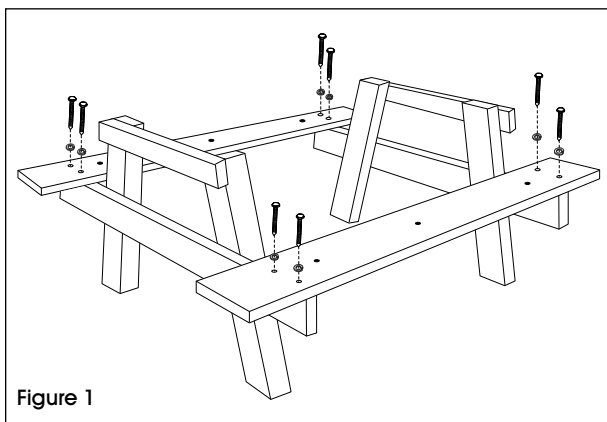

Figure 1
4. Fixez sans serrer les sièges avec renfort métallique à la base en A à l'aide des tire-fonds de 3 1/2 po et des rondelles en utilisant la perceuse et la douille tournevis de 7/16 po (à bien visser plus tard à l'étape 9). (Voir Figure 1)